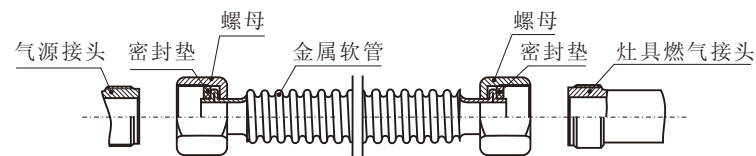

图5
2)使用金属软管连接的灶具：清理干净进气口，在金属软管两端的螺母内分别装入矩形密封垫，将螺母拧紧在气源接头和灶具燃气接头上（如图5所示）。